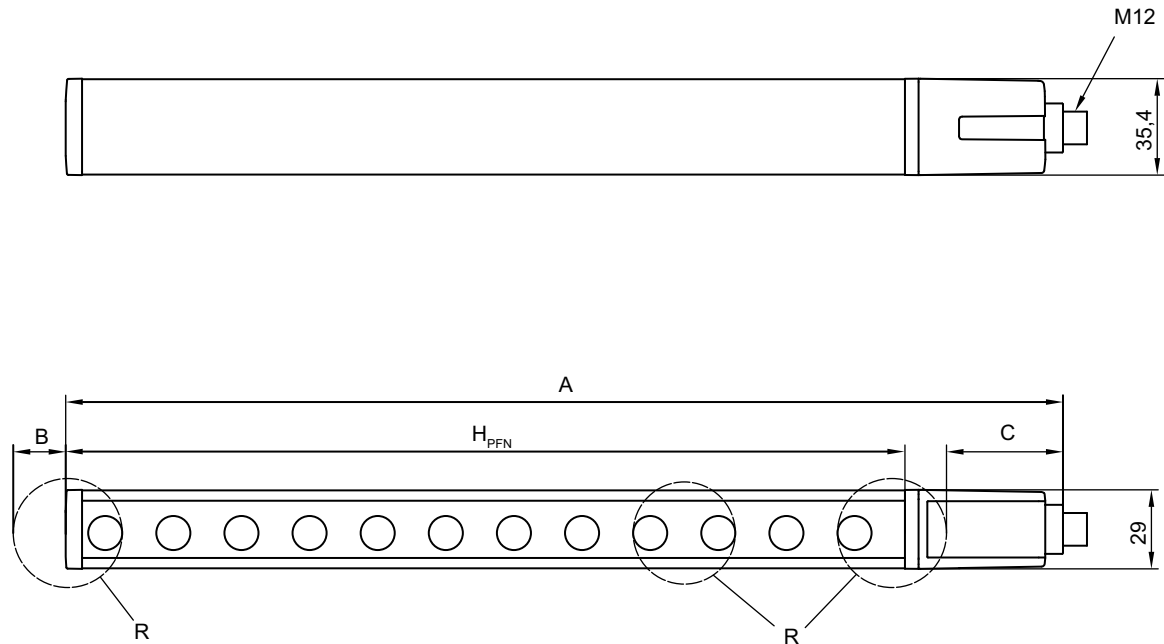

Figure 14.1: Dimensions de l'émetteur et du récepteur
Dimensions	voir figure 14.1 et voir tableau 14.6
b) Hauteur totale, voir figure 14.1